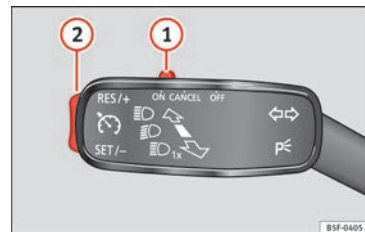

Bild 170 Spak för blinker och helljus: reglage och vippomkopplare för farthållare
- Flytta reglaget **» bild 170 ①** åt vänster till **ON**.
- Tryck kort på den nedre delen av vippbrytaren **SET- » bild 170 ②** när du kör i den hastighet du vill ställa in.
- Tryck på den övre delen av vippbrytaren **RES+ » bild 170 ②** för att öka hastigheten. Fordonet fortsätter att accelerera så länge du håller vippbrytaren nedtryckt. När du släpper brytaren lagras den nya hastigheten.
- Tryck på den nedre delen av vipptomkopplaren **SET- » bild 170 ②** för att minska hastigheten. Fordonet sänker automatiskt hastigheten så länge du håller brytaren nedtryckt. När du släpper brytaren lagras den nya hastigheten.
Farthållaren slås av om du sänker hastigheten genom att trycka ned bromspedalen. Aktivera farthållaren igen genom att trycka en gång på den övre delen av vippbrytaren **RES+ » bild 170 ②**.
- när spaken **①** flyttas mot **OFF** utan att kopplas in helt.
För att fortsätta med farthållningen ska du släppa upp broms- eller kopplingspedalen eller sänka fordonets hastighet till under 180 km/h och trycka en gång på den övre delen av vippbrytaren **RES+ » bild 170 ②**.
Systemet **stängs av helt** genom att du för reglaget » **bild 170** ① helt åt höger (OFF in-kopplad) eller, när bilen står stilla, slår av tändningen.